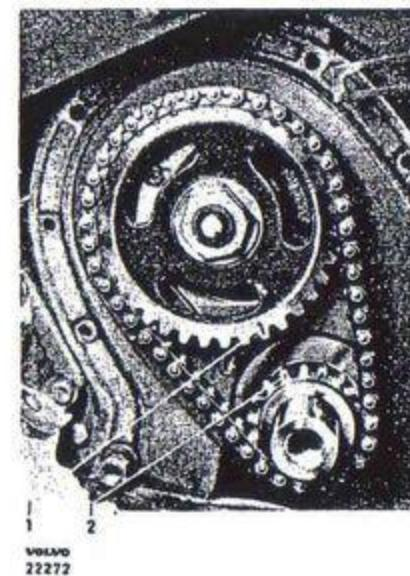

Bild 43. Grundinställning.
8. Vid monteringen av dreven och kedjan vrider man vevaxeln så, att den står med 1:a cylinderns kolv i fändläge. Kamaxeln vrids sedan, så att dreven med pålagd kedja monteras i det läge som märkningen 1 och 2 på bild 43 anger.